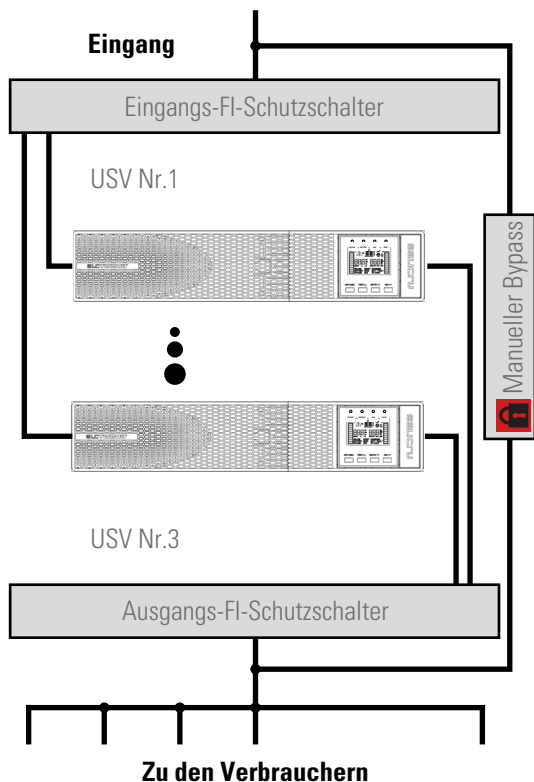

Abb. 18. Parallele Installation von zwei USV von 4 bis 10 kVA mit Sicherungskasten und manuellem Bypass.
- Es ist erforderlich, die Installation der parallelen Systeme mit einem Kasten mit einzelnen Eingangs- und Ausgangsschutzvorrichtungen sowie mit einem manuellen Bypass mit mechanischer Verriegelung auszustatten, siehe Abb. 18. Dieser Sicherungskasten ermöglicht, ein einzelnes Gerät vom System bei einer Störung zu trennen und die Verbraucher mit den übrigen Geräten entweder während der präventiven Wartung oder während der Reparatur von diesem Gerät zu versorgen. Es ermöglicht ebenso, ein parallel angeschlossenes Gerät zu entfernen und es zu ersetzen oder es nach der Reparatur wieder zu integrieren, ohne die Versorgung der Verbraucher zu unterbrechen, vorausgesetzt, dass die Leistung des betriebenen Geräts dies erlaubt. Auf Anfrage können wir einen manuellen Bypass-Kasten für ein System mit zwei parallelen Geräten liefern.
- In der Abb. 18 ist ein Verteilerkasten mit manuellem Bypass für ein paralleles System dargestellt; für ein einzelnes Gerät muss entsprechend die Anzahl von Schaltern angepasst werden.